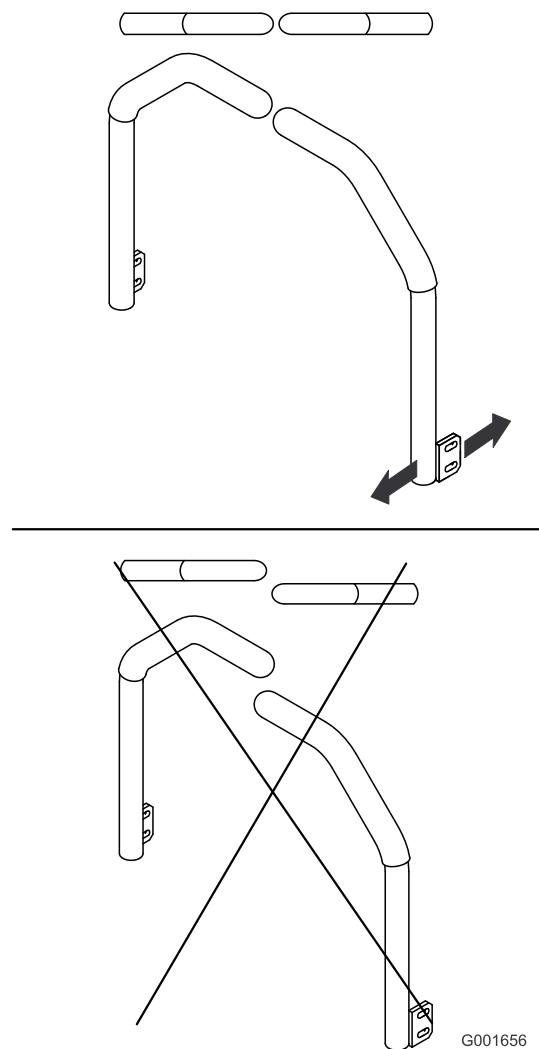

図 60
5. この状態で、左右のコントロールレバーが整列するように調整し、ボルトを締めて、各レバーをポストに固定する 図 60。